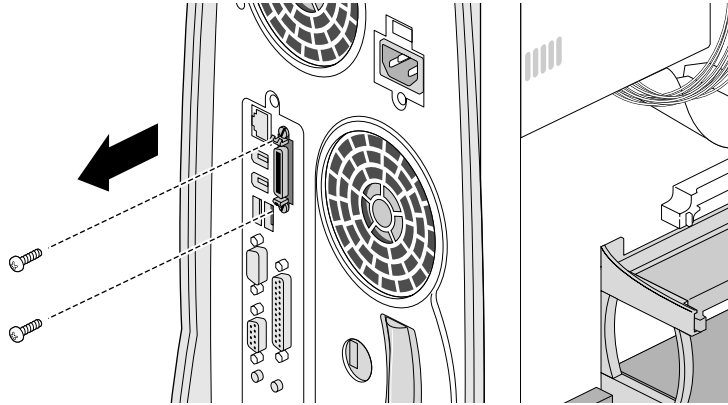

Figura 5-8 Rimozione delle viti dalla scheda video opzionale
4. Rimuovere le due viti che fissano la scheda al pannello posteriore, come illustrato nella Figura 5-8.